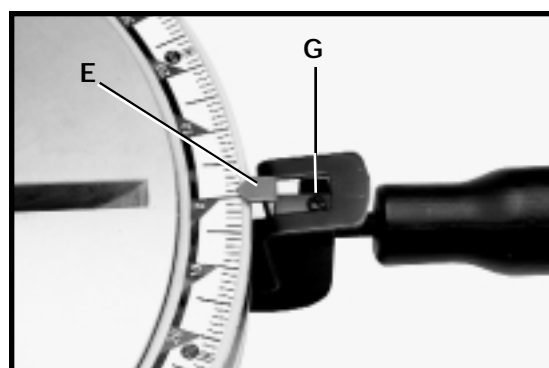

Fig. 17
Si un réglage de l'aiguille (E), fig. 17, devient nécessaire, desserrez simplement la vis (G), réglez l'aiguille (E) en conséquence et serrez la vis.